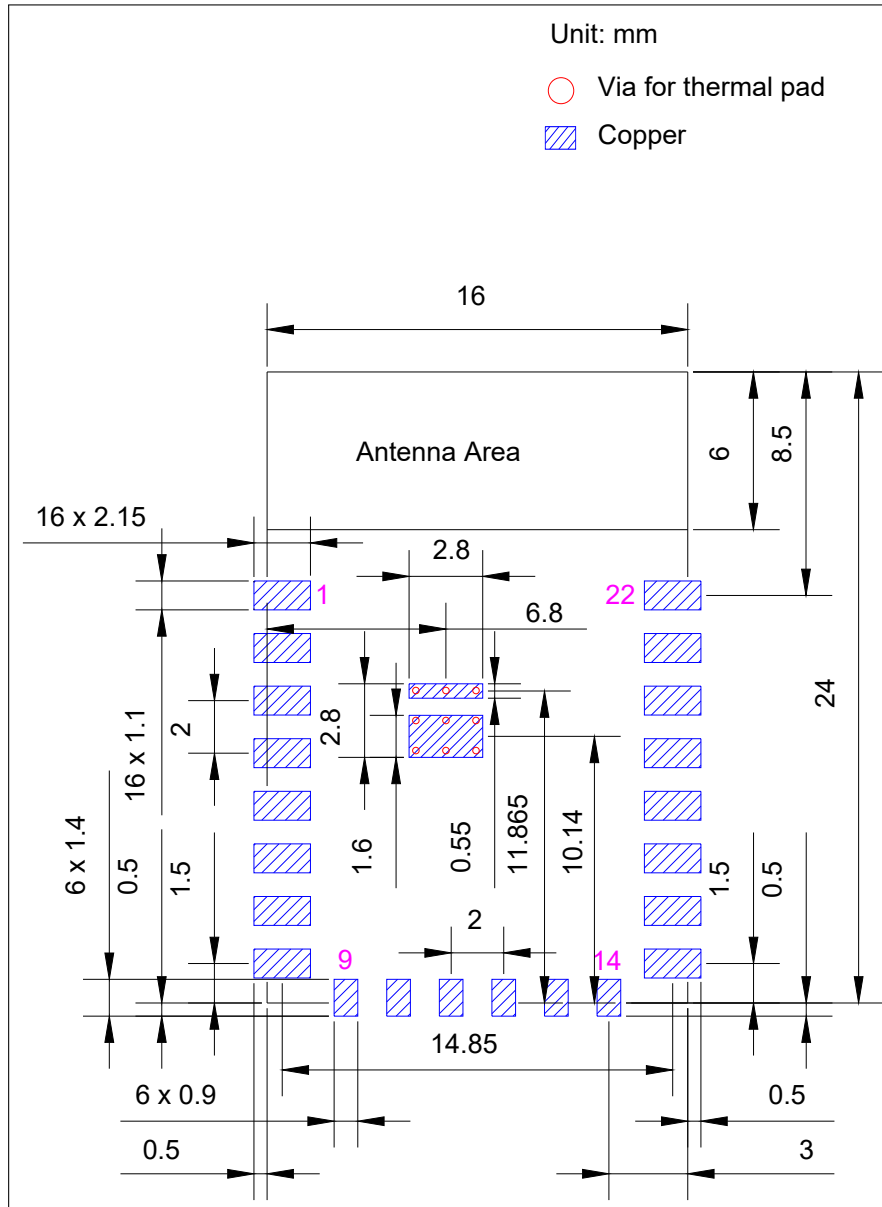

图 7: 推荐 PCB 封装图形
- 推荐 PCB 封装图，标有 PCB 设计所需的全部尺寸。详见图 7 推荐 PCB 封装图形。
- 推荐 PCB 封装图的源文件，用于测量图 7 中未标注的尺寸。您可用 Autodesk Viewer 查看 ESP8684-WROOM-01C 的封装图源文件。